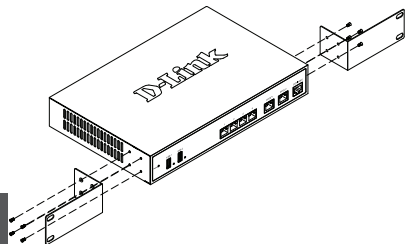

Figure 3. Fixation des supports de montage du bâti
1. Montez les supports de montage de chaque côté du châssis, comme indiqué sur la figure 3, puis fixez-les à l'aide des vis fournies.